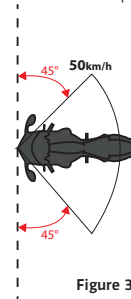

Figure 3
Le système Tech-Air® 3 est conçu pour se déployer et protéger l'utilisateur avant que les parties de son corps couverte par le système n'entrent en contact avec un obstacle, dans le cas où la moto heurte un véhicule ou un obstacle (figure 3) avec les conditions suivantes :
Angle d'impact (Fig 3)	De 45° à 135°
**IMPORTANT!** La Figure 3 décrit l'enveloppe de protection aux endroits où le système Tech-Air® 3 devrait se gonfler avant que les parties couvertes du corps de l'utilisateur n'entre en contact avec un obstacle. À des vitesses supérieures à 50 km/h ou en dehors de l'angle indiqué, le système se déploiera aussi, mais en dehors de l'enveloppe de protection, le système peut ne pas être complètement gonflé avant qu'il n'y ait un contact entre l'obstacle et l'utilisateur.